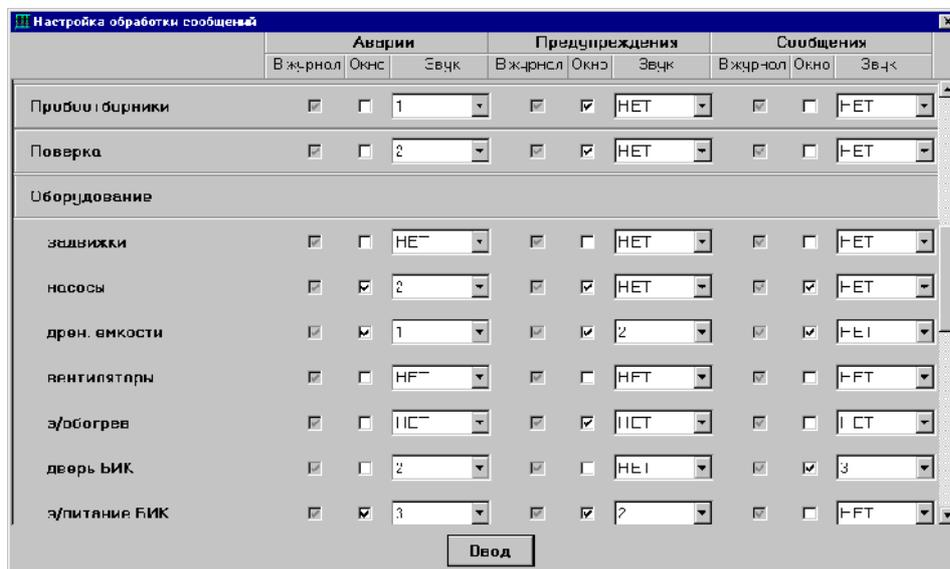

Рис. 54
3.15.6.1 Нажатие кнопки **Настройка** на экране **АВАРИИ** вызывает окно конфигурации (Рис. 54), в котором с помощью переключателей можно задавать или отменять звуковую сигнализацию и вывод предупреждающих окон для всех основных типов аварий и предупреждений. Изменения сохраняются после нажатия кнопки **Ввод**.